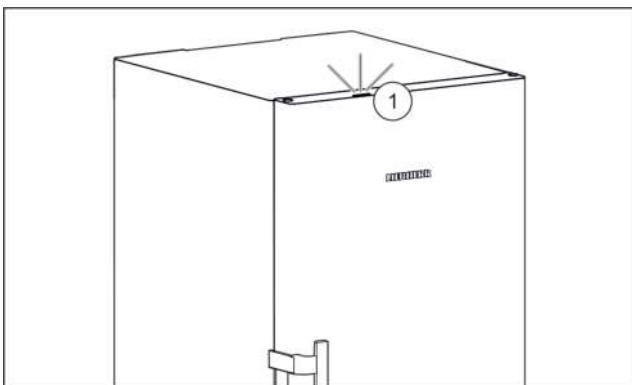

Fig. 33 Aktives Statuslicht bei geschlossener Tür
- ▷ Statuslicht Fig. 33 (1) ist aktiviert.